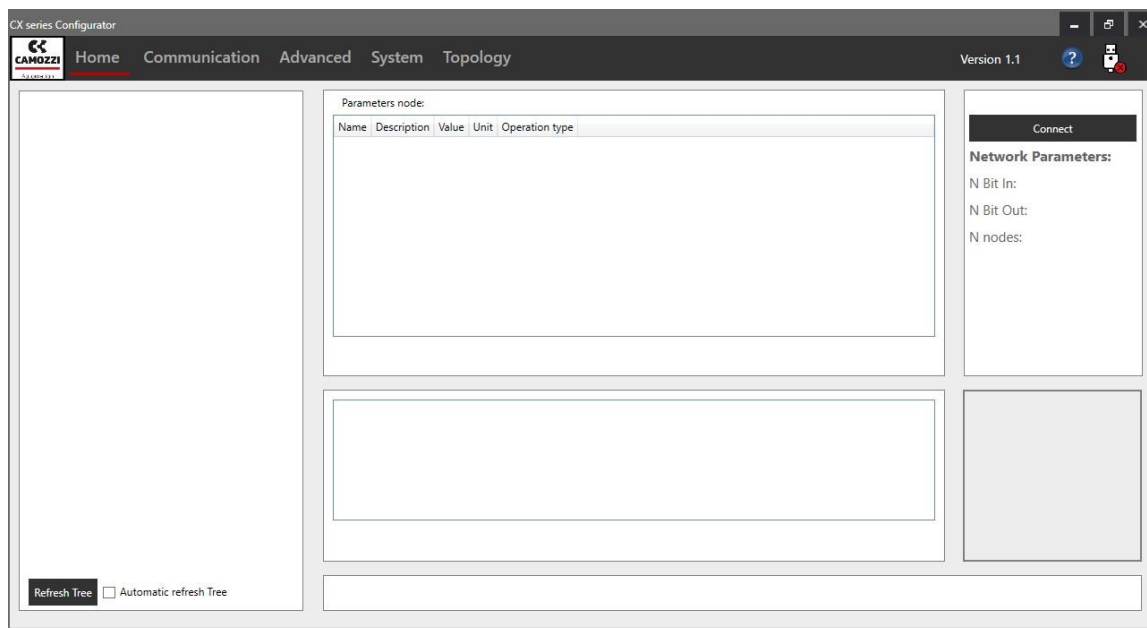

Figura 2: Menù Home che si presenta all'avvio del Configuratore.
- Home: è il menù di default che si presenta all'avvio del Configuratore (figura 2), contiene tutte le funzionalità di base per leggere la configurazione hardware dell'isola.